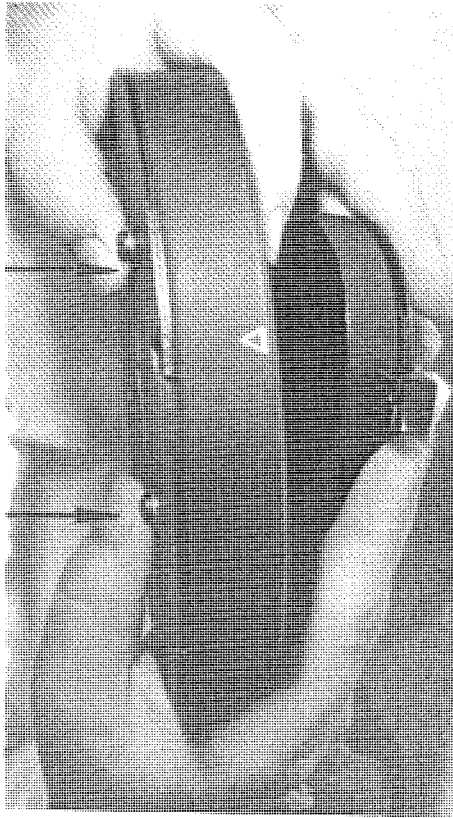
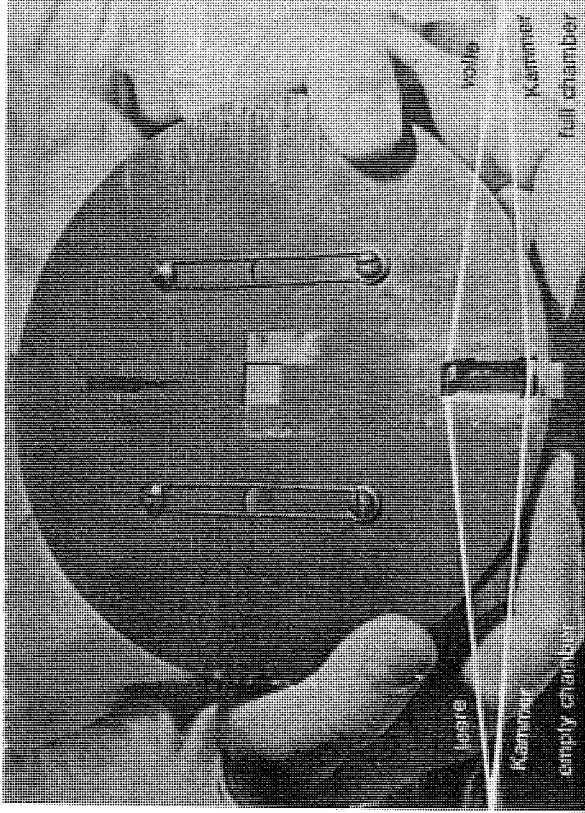

Abb. 2
Abb. 4
Drücken Sie mit dem Daumen auf die zwei Haltebolzen des Antriebs, und fangen Sie diesen mit Ihren Fingern auf. Abb. 2
4. 2. 1. Drücken Sie auf die Sperrklinke des Magazinbodens Abb. 3 und drehen Sie diese so weit, bis die volle Kammer Abb. 4 in der Ladeöffnung der Bodenplatte erscheint. Der auf dem Magazinegehäuse sichtbare Markierungspfeil muß unterhalb des „Rastvorsprunges“ der Bodenplatte stehen Abb. 2